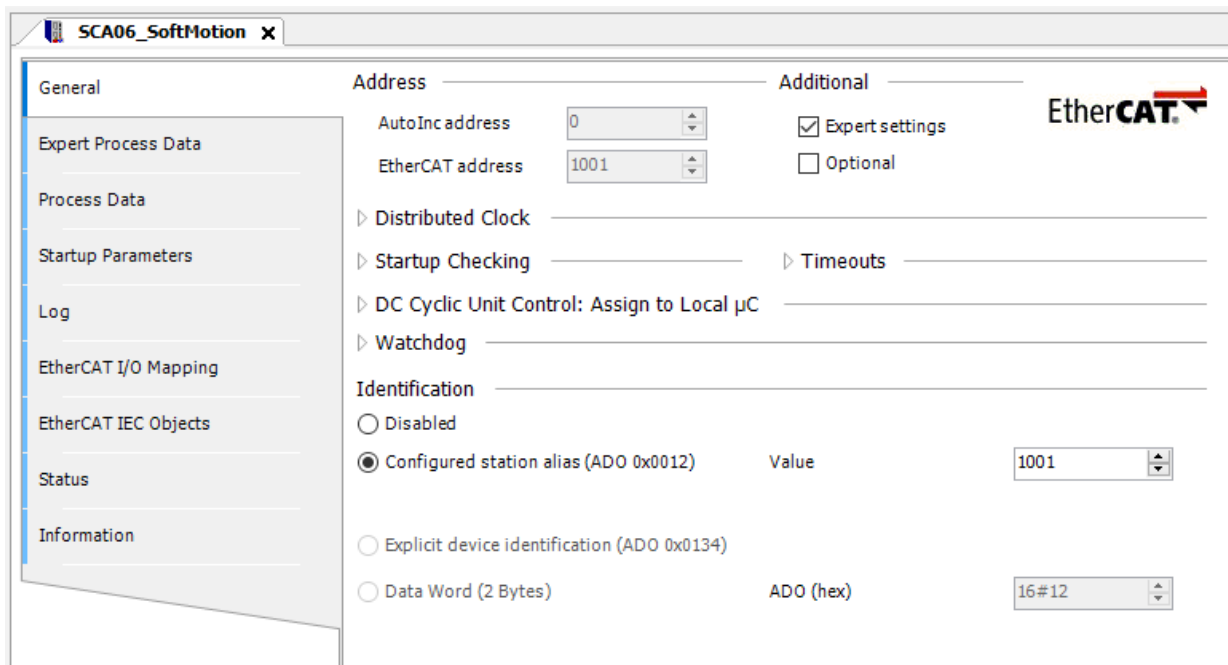

Figura 4.1: Habilitando identificação.
- No campo **Identification**, selecione a opção **Configured station alias (ADO 0x012)**, conforme a Figura 4.1.